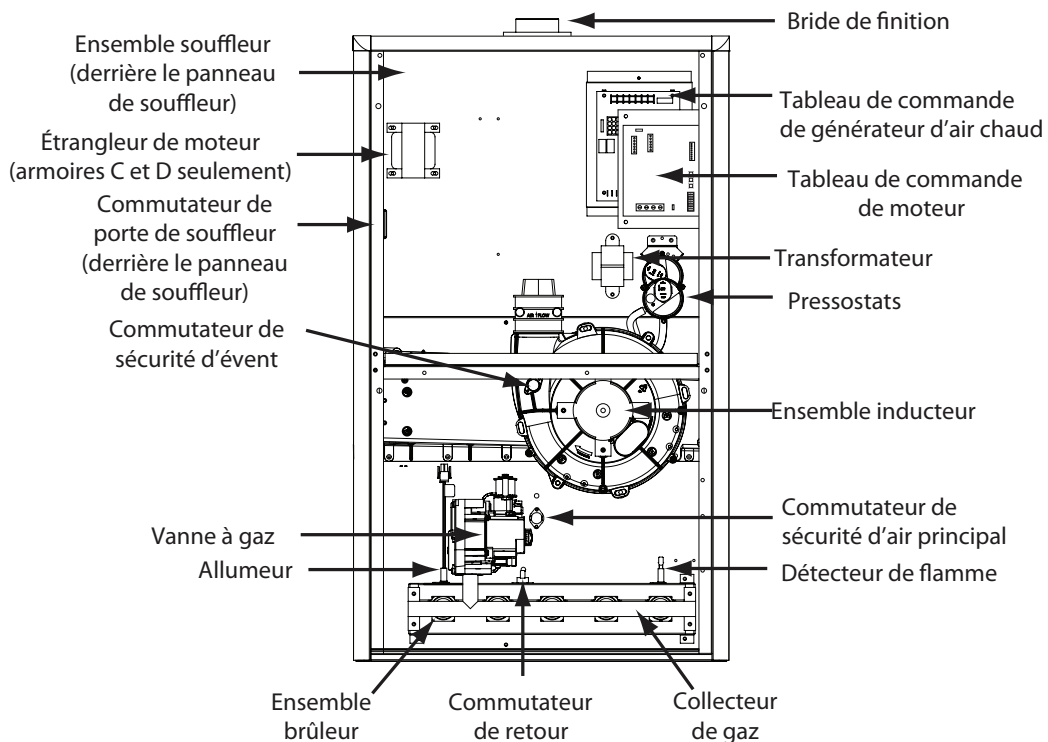

Figure 40. Emplacement des composants
- Si le souffleur d'inducteur fonctionne et que les éléments ci-dessus ont été vérifiés, vérifier le commutateur de sécurité du souffleur et le réenclencher au besoin. Consulter Figure 40 (page 45).
- Si le générateur d'air chaud ne fonctionne toujours pas, vérifier les interrupteurs de retour de flamme (Figure 40) et le réenclencher au besoin.
Les descriptions ci-dessous sont celles de différents composants fonctionnels qui ont une incidence sur le fonctionnement et l'arrêt de ce générateur d'air chaud. Certains de ces composants et leur emplacement sont montrés à la Figure 40 (page 45). S'il faut remplacer l'un des composants du générateur d'air chaud, utiliser uniquement des pièces de remplacement homologuées par le fabricant, indiquées dans la liste de pièces de remplacement fournie en ligne.